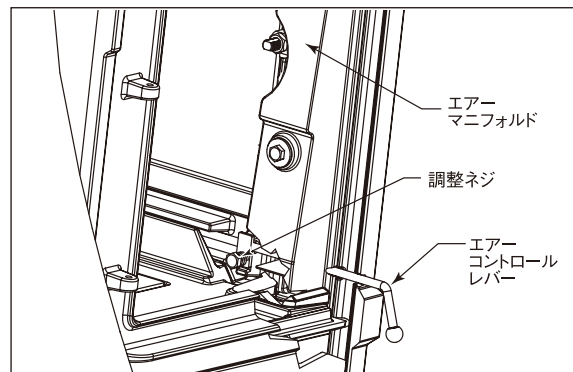

図16 プライマリー・エアーコントロールの調整
- 2.サイドドアを開いて、ストーブのフロントパネルの内側をのぞき込んでください。（図16参照）